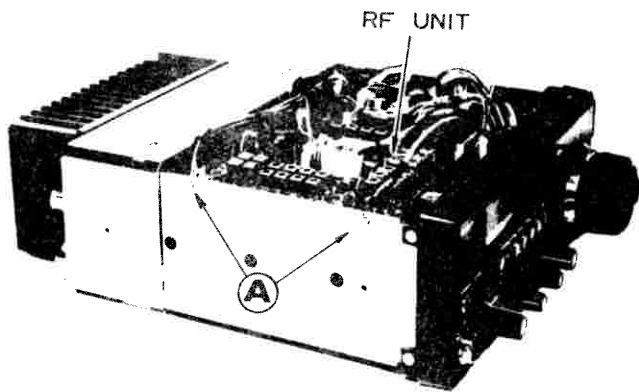

FIG. 2
- 2 Riferendosi alla Fig.2 togliere le 2 viti contrassegnate "A". Togliere l'unità di RF.